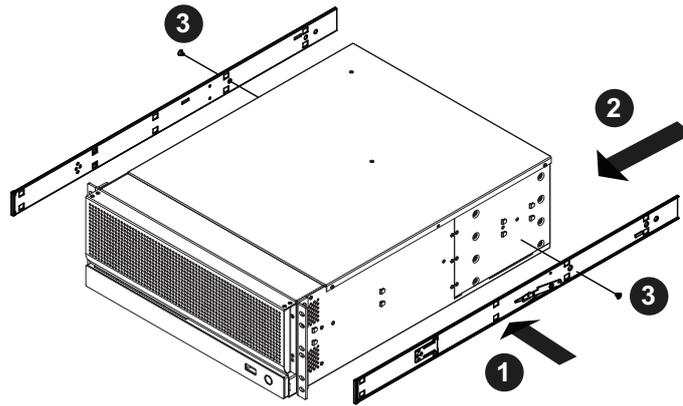

图 2-2 安装小导轨上的内轨延伸部
2. 安装内轨延伸部，如图 2-2 所示：
- 使用附带的两颗 M4 平头螺钉将内轨固定到 Dolby Multichannel Amplifier 机箱上（如图 2-2 所示）。为另一个内轨重复上述步骤。